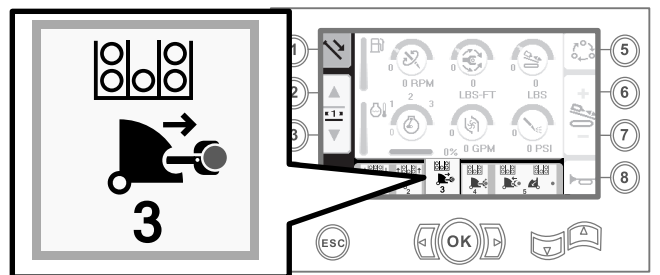

Рисунок 31
6. Отпустите перекидной переключатель, чтобы перейти к следующему этапу в последовательности действий (Рисунок 31).